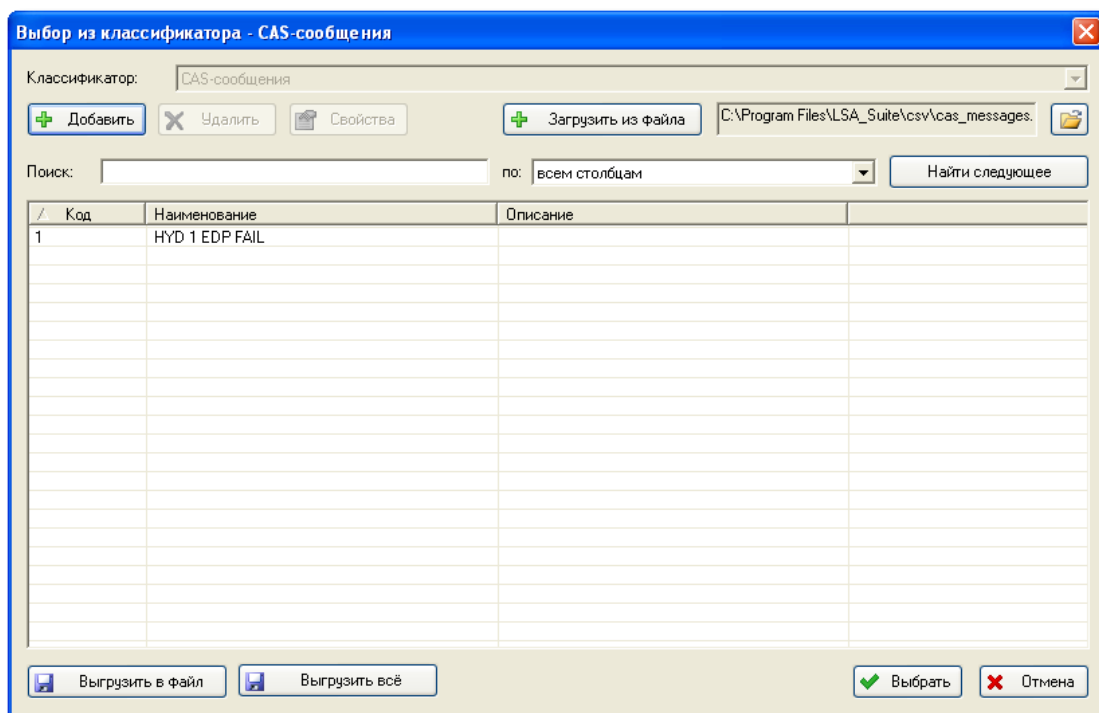

Рис. 7-24
- Выберите наименование сообщения. Для этого нажмите на кнопку , расположенную справа от поля **Наименование** и в появившемся окне справочника «Сообщения системы предупреждения экипажа» выберите новое значение (рис. 7-24).